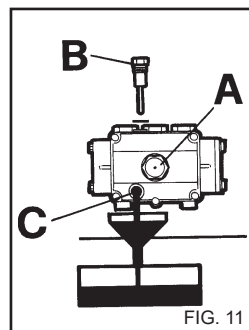

FIG. 11
- 2) Отвинтите пробку щупом контроля уровня, (fig. 11).